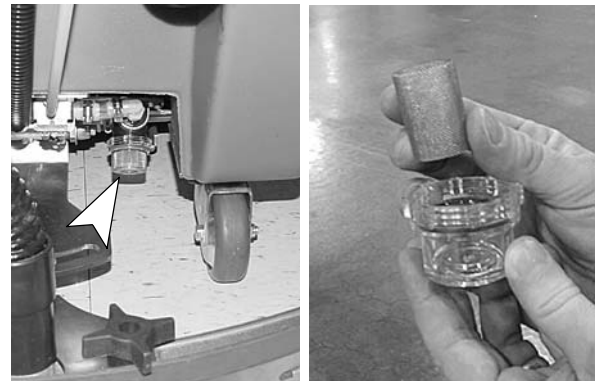

FIG. 35
4. Enlevez le filtre en ligne et rincez-le. Avant de retirer le filtre, assurez-vous que le réservoir de solution est vide. Le filtre se trouve sous la machine à l'arrière (Figure 35).